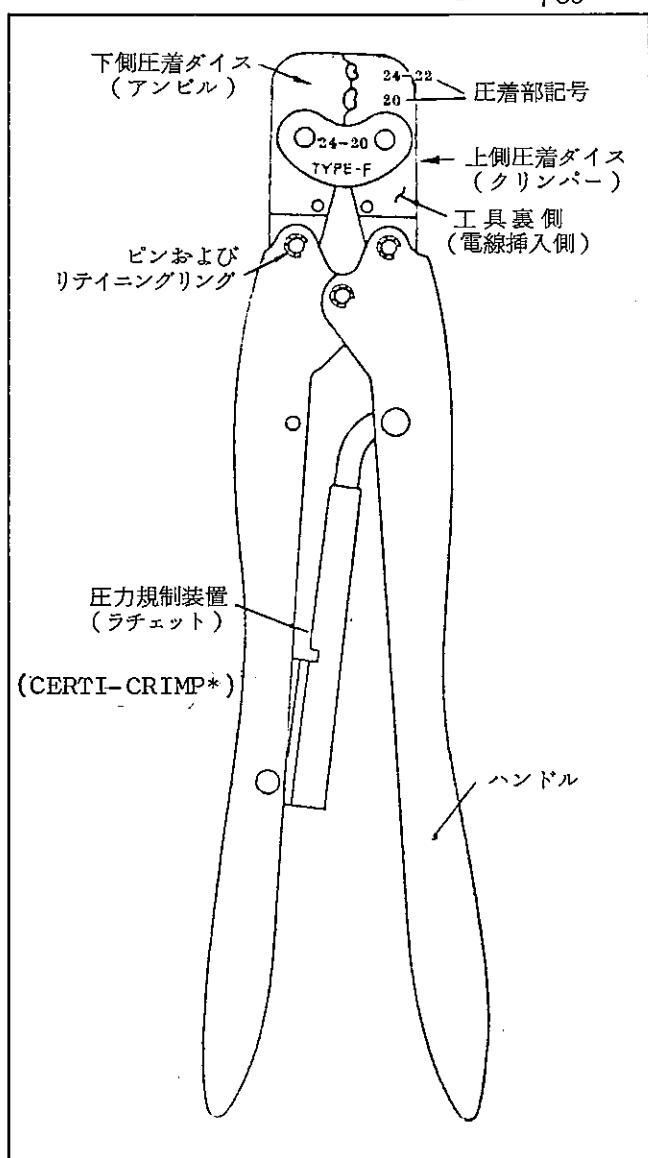

Fig. 1
- (a) この工具 (Fig. 1 参照) は、 Fig. 2 に示す各種端子を
- (c) 工具には、 Fig. 1 に示す様に圧着部が 2箇所あり、 24-22,